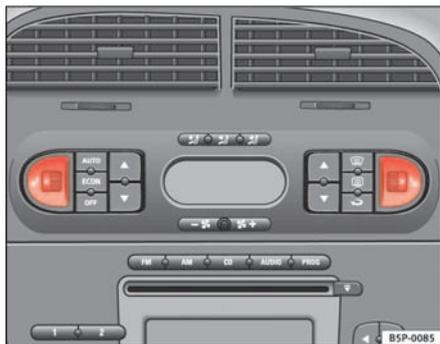

Fig. 96 Rotelle zigrinate per il riscaldamento dei sedili anteriori
- Per accendere il riscaldamento di un sedile, girare la rotella corrispondente ⇒ fig. 96. Sulla posizione **0**, il riscaldamento del sedile è spento.